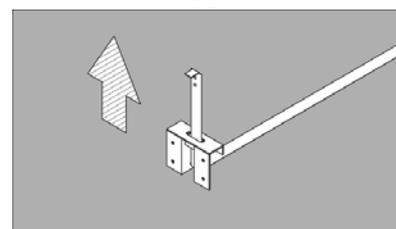

図 12
5. コンベックスガイドからコンベックスを抜き取ります。（図 12）
7. “⑤校正方法”の校正作業を行ってください。